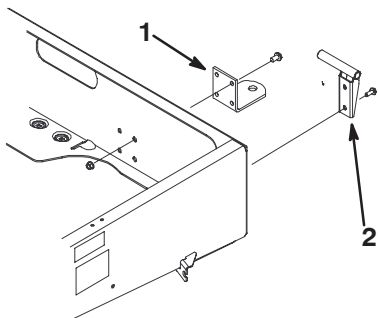

Figure 7
2. Placez la patte de remorquage en face des trous de montage sur le châssis. Fixez la patte d'attelage en position avec les vis et écrous (Fig. 7).
2. Fixez le pivot gauche à l'angle arrière gauche du châssis à l'aide de 2 vis à collerette (3/8 x 1 pouce). Positionnez le pivot comme illustré à la Figure 7.